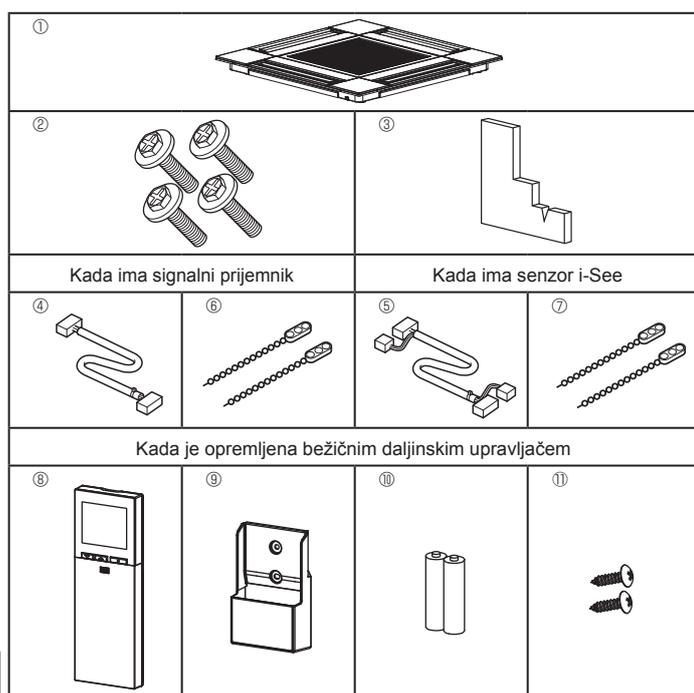

Fig. 10-1
10.1. Provjerite dodatke rešetke (Fig. 10-1)